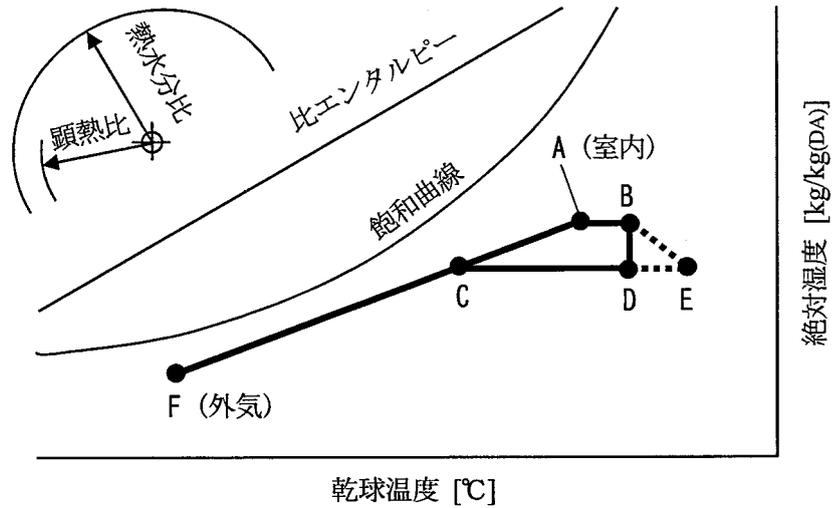

図2 暖房時の空気調和プロセス
(3) 図2は暖房時の空気調和プロセスを空気線図上に表したものであり、A～Fは空気の状態点を示している。このうちAは室内空気、Fは外気の状態点である。点線で示されたプロセスは、同じ目的に別の方式を用いた場合を示したものである。